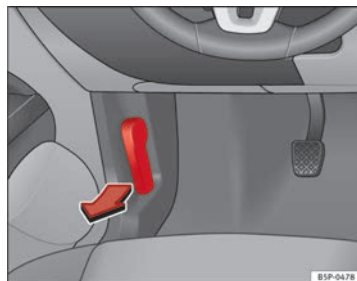

Fig. 160 Detalle de la zona reposapiés del lado del conductor: palanca para el desbloqueo del capó del motor.
- Tire de la palanca que se encuentra bajo el tablero de instrumentos ⇒ **fig. 160** en el sentido que indica la flecha. El capó queda desbloqueado por la acción resorte del muelle ⇒ **Δ**.